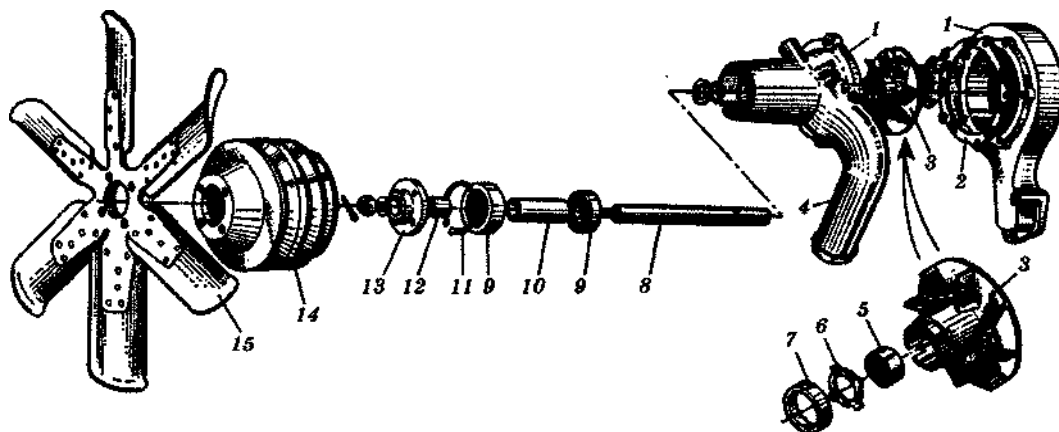

Рис. 3. Схеми водяного насоса і вентилятора:
6. Вивчіть водяний насос і вентилятор (рис. 3).